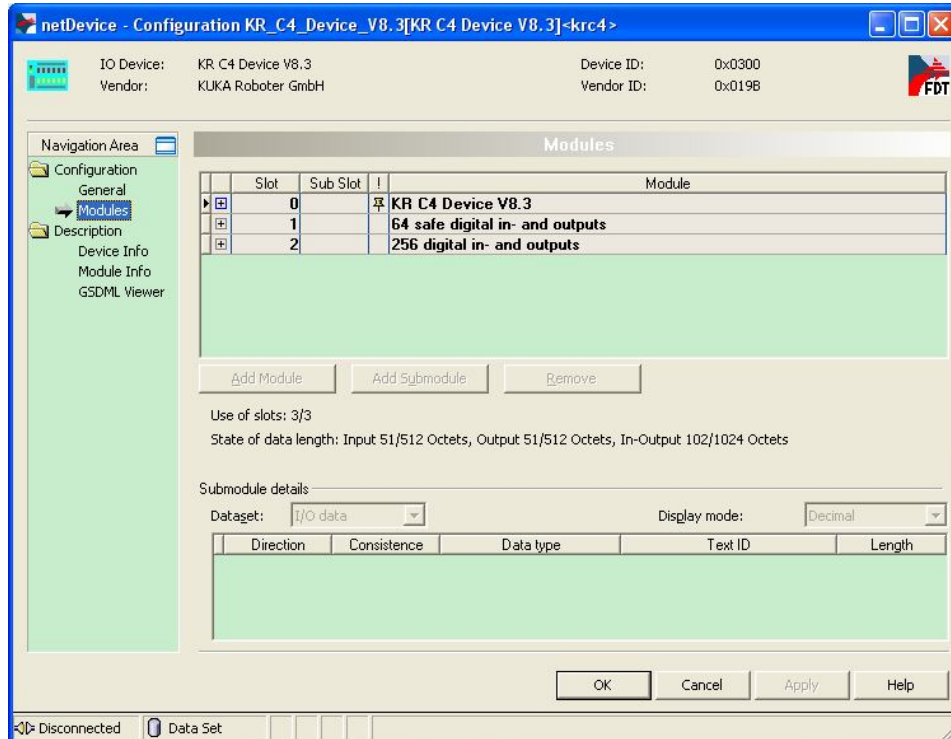

图 16
(16) 双击 PROFINET IO 从站图标，设置参数，在本例中，已经有默认设置，如图 16 所示。